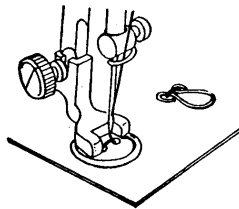

Рис. 20
5.6. Лапка для пришивания пуговиц (рис.20).